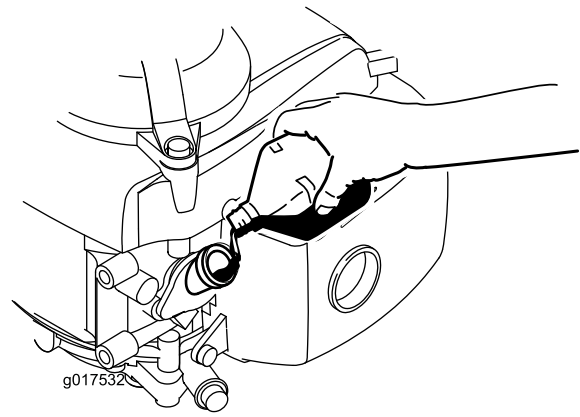

Figure 6
3. Versez avec précaution 75 % environ de la capacité d'huile moteur dans le tube de remplissage d'huile (Figure 6).